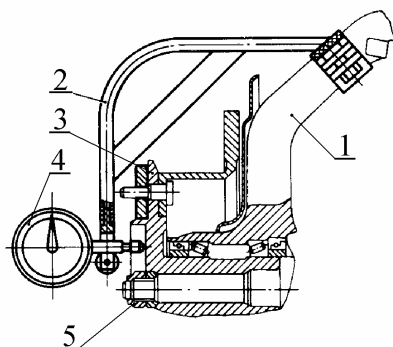

Рис.4 Замер осевого зазора в подшипниках ступицы переднего колеса полноприводного автомобиля:
2.6 Установить на болт 1, рис.4, крепления переднего колеса на ступице 2 приспособления 3 с индикатором 4. Ножку индикатора упереть в защитный кожух переднего тормоза, предварительно наворачнув на ножку удлинитель, и выставить шкалу индикатора в положение "0" (ключ гаечный 19, приспособление 67.7834-9540).